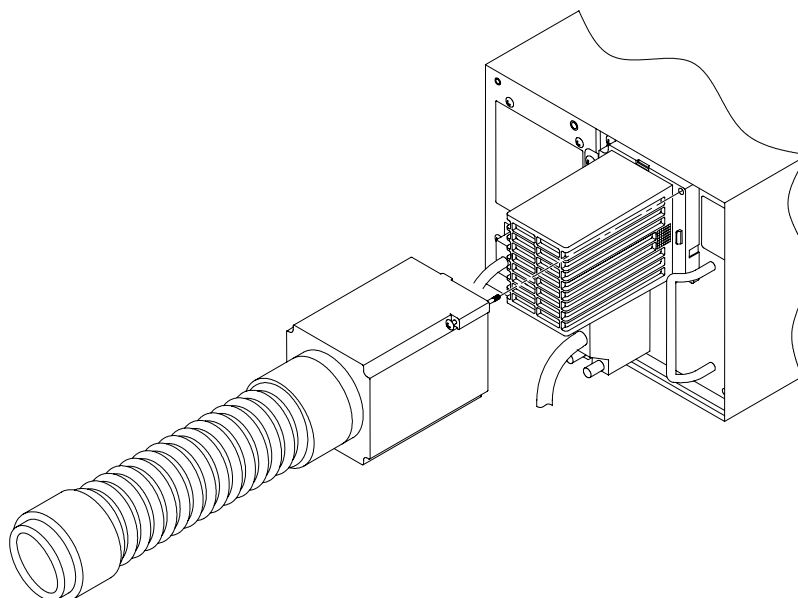

図 5-19 ダクトホースの取り外し
1. 本体にダクトホースが取り付けられている場合はまず先にダストホースを取り外してください。図 5-19 に示すようにカバーについているネジ(対角2本)を緩めて本体より外してください。